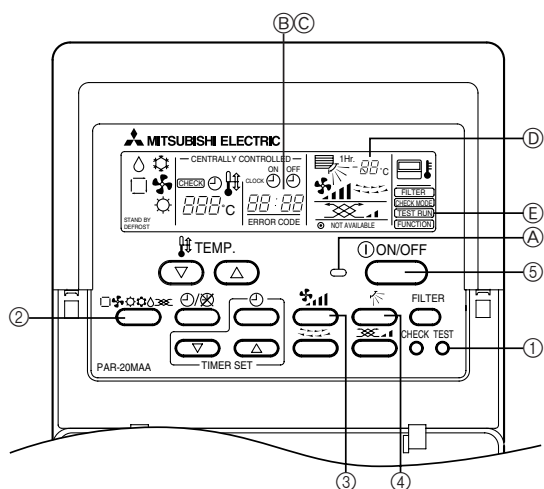

Fig. 6-1
6. Δοκιμαστική λειτουργία (Fig. 6-1)
6. Ensaio (Fig. 6-1) 65